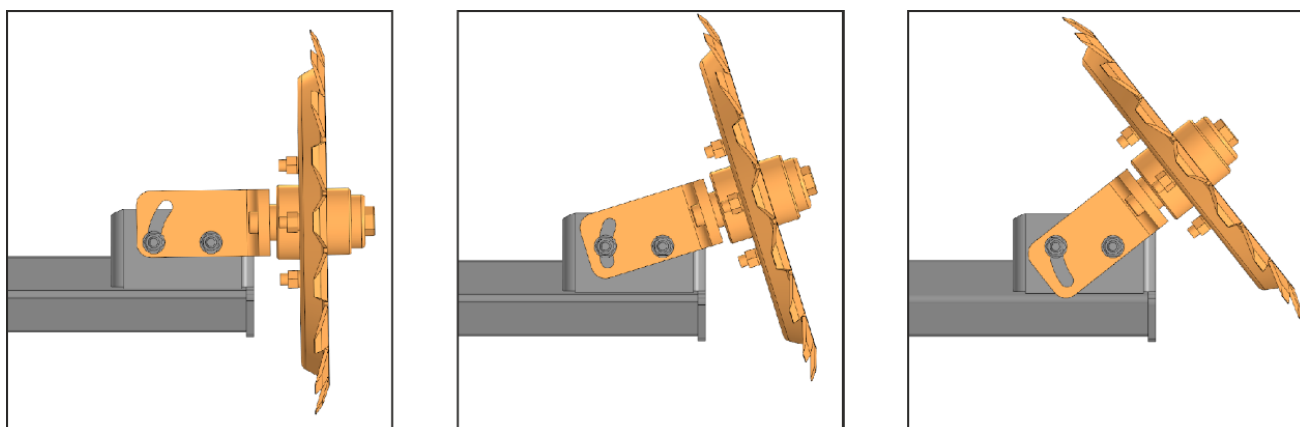

Рисунок 67 – Положения диска маркера
2. Переместить диск маркера в необходимое положение, затянуть винты (3) обратно, рис. 67.